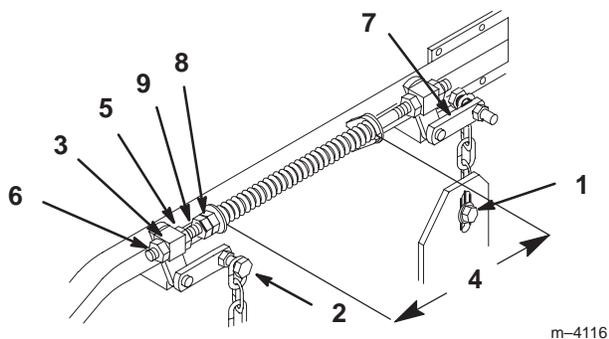

Figure 60
2. Vérifiez la pression des quatre (4) pneus et réglez-la à 90 kPa (13 psi) au besoin.
4. Relevez le plateau de coupe en position de transport (Fig. 59). Détendez les deux grands ressorts de levage du plateau en desserrant autant que possible l'écrou de blocage et l'écrou avant, devant chaque ressort (Fig. 60).
6. Desserrez le boulon inférieur de la chaîne, dans la fente située à l'arrière du plateau de coupe. Répétez la procédure de l'autre côté. (Fig. 60).
7. Desserrez l'écrou de blocage avant et arrière de chaque côté du pivot avant. Continuez de desserrer jusqu'à ce que les chaînes avant soient desserrées et que le plateau repose sur les cales. Répétez la procédure de l'autre côté. (Fig. 60).
- Quand la visserie est desserrée, la tension encore présente dans les grands ressorts de soutien a tendance à faire tourner la poignée de levage du plateau de coupe vers le haut et à lui faire quitter la position de 38 mm. Appuyez fermement sur le bras de support arrière du plateau pour ramener la poignée de levage à cette position (Fig. 60).
- Tout en continuant d'appuyer sur le bras de support arrière du plateau de coupe, tendez la chaîne arrière et serrez la visserie inférieure (Fig. 60). Vous pouvez maintenant relâcher le bras de support arrière. Répétez la procédure de l'autre côté.
- Réglez les ressorts de compression en tournant les écrous avant de façon à obtenir un espace de 260 mm entre les deux grandes rondelles. Serrez fermement l'écrou de blocage (Fig. 60).